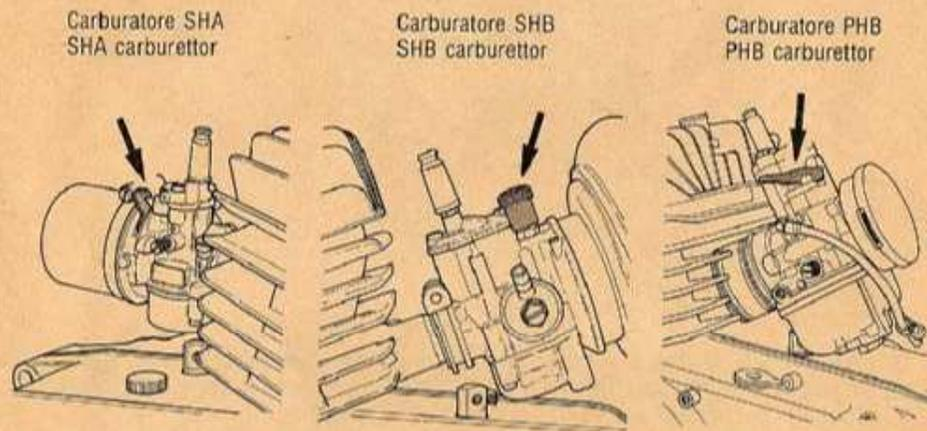

FIG. 2 Starter Choke lever
- 2) **QUANDO** il motore è freddo inserire sempre la leva dello starter posta sul carburatore (vedi fig. 2) e procedere come segue: